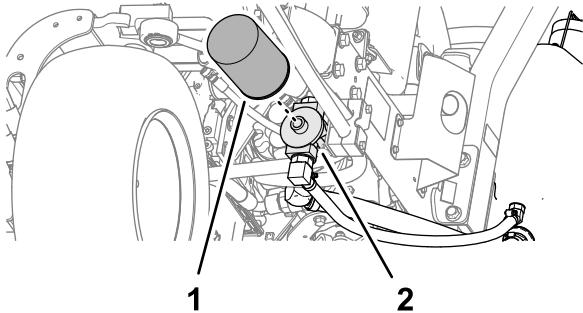

Bild 91
2. Reinigen Sie den Anbaubereich des Filters. Stellen Sie eine Auffangwanne unter den Filter (Bild 91) und entfernen den Filter.